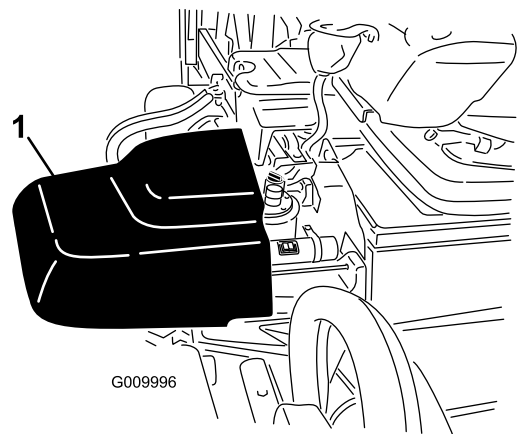

Figure 16
2. Tirez légèrement sur les bords extérieurs du couvercle du réservoir et sortez la protection du réservoir hydraulique pour exposer le goulot de remplissage et le bouchon (Figure 16).